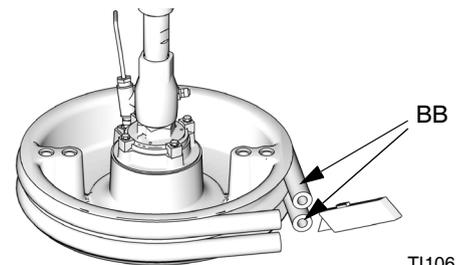

FIG. 41
2. Se si utilizza un sistema a temperatura ambiente, impostare l'interruttore di disconnessione (T) su OFF.
3. Per sostituire i pulitori usurati o danneggiati (BB), sollevare il piatto fuori dal fusto. Rimuovere il fusto dalla base. Eliminare il fluido dal piatto.
4. Con un coltello tagliare il pulitore o i pulitori (BB) e rimuovere dal piatto. Vedere FIG. 41.